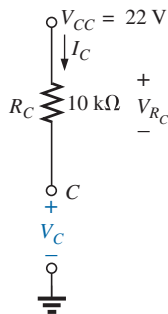

Figura 7.25 Determinação de  $V_C$  para o circuito da Figura 7.24.
c) Se redesenharmos a parte do circuito que nos interessa, obteremos o resultado visto na Figura 7.25, em que a aplicação da lei de Kirchoff para tensões resulta em: